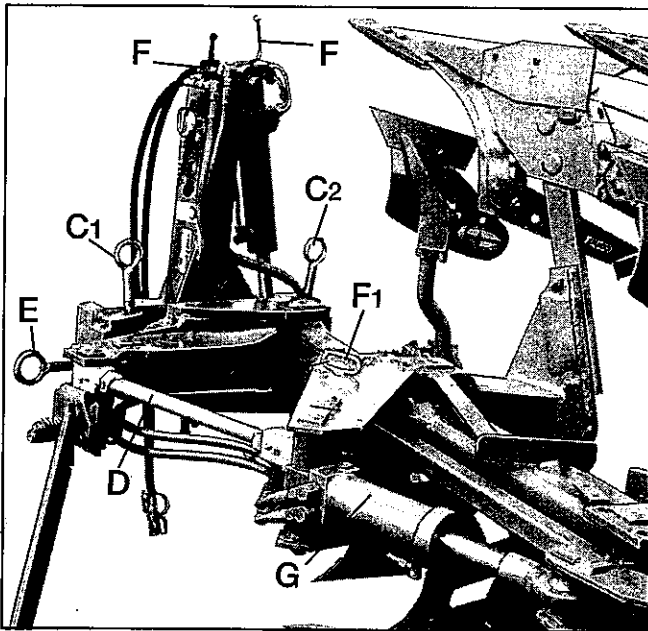

Fig. 2
Bei hydraulischer Breitenverstellung oder/und Rahmenschwenkeinrichtung den Pflug "schmal" hinter den Schlepper stellen und mit Stecker F1 sichern (Fig. 2 bzw. 3).
**Transport mit Kombirad:** Pflug wie "Transportstellung" schmal hinter den Schlepper stellen; mit Stecker F1 sichern (Fig. 2 bzw. 3).